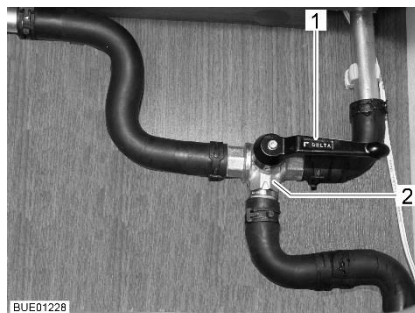

Bild 141 3-vägsventil
Öppna värmekretslopp i bakdelen: ■ Ställ spaken (Bild 141,1) till 3-vägsventilen (Bild 141,2) parallellt med den raka genomflödesriktningen (Bild 141).
- Ställ spaken (Bild 141,1) till 3-vägsventilen (Bild 141,2) tvärs mot den raka genomflödesriktningen.